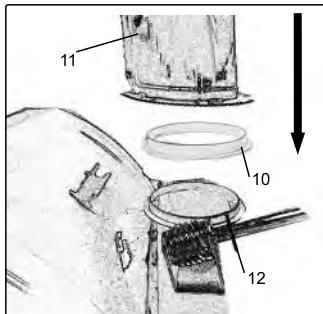
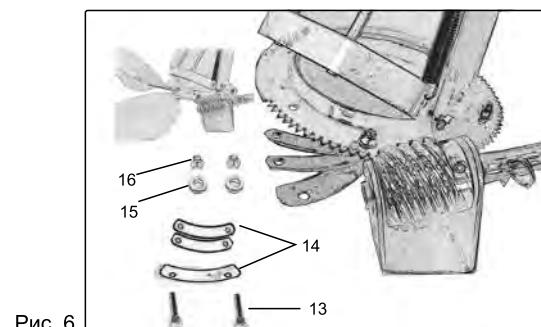

Рис. 5
Рис. 6
• Для установки желоба разместите пластиковое кольцо желоба (рис. 5 поз.10) под желобом (рис. 5 поз. 11) и установите его в основании корпуса желоба (рис. 5 поз.12). Установите и затяните болтами (рис. 6 поз.13) прижимные пластины с помощью гаек (рис. 6 поз.16) с шайбами (рис. 6 поз.15).